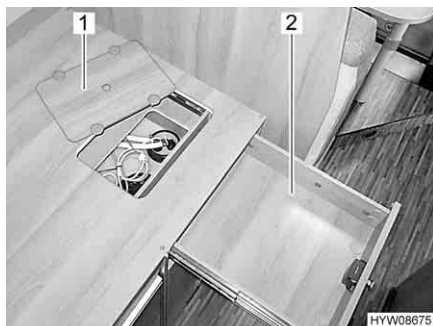

Bild 75 Einbauort Wassertank
- Schublade (Bild 75,2) im Bettkasten oben rechts neben dem Kühlschrank öffnen.
- Abdeckung (Bild 75,1) oben auf dem Bettkasten abnehmen.